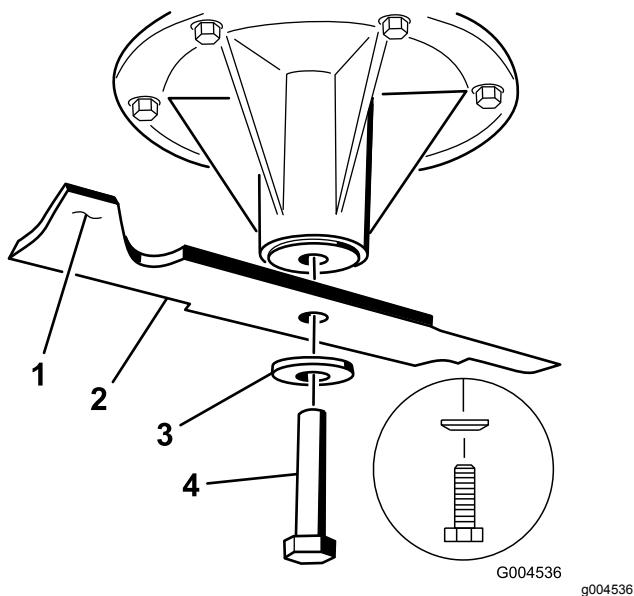

Figura 79
1. Montate la lama sull'asse del fusello (Figura 79).
2. Montate il disco elastico e il bullone della lama (Figura 79).
Nota: Il cono del disco elastico deve essere rivolto verso la testa del bullone (Figura 79).